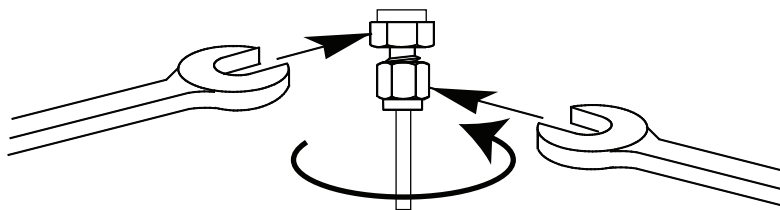

図 17. 最終の締め付け
- 7 1/8 インチ Swagelok フィッティングには、スパナを 2 本使用し、フィッティングを 3/4 回転締めます。図 17 を参照してください。